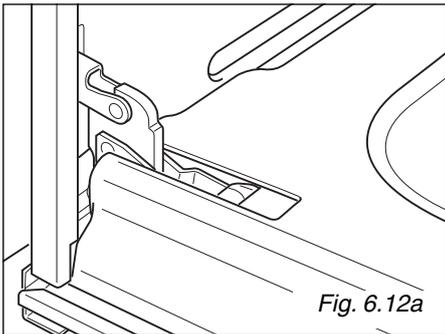

Fig. 6.12a
- Ouvrez complètement la porte du four (fig. 6.12a).